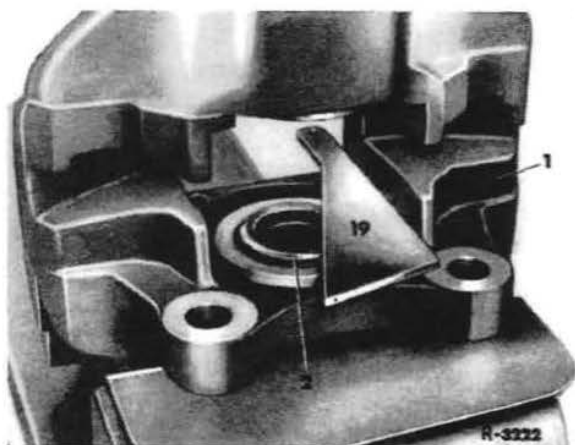

Bild 42-3/33
11 Mit der Kolbenlehre (19) Stellung des Kolbens in der Bremszange prüfen (Bild 42-3/33).